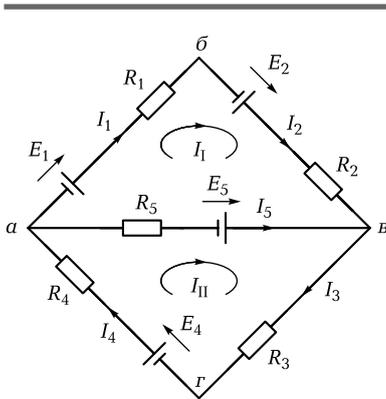

Рис. 1.3. К задаче 1.7
1.7. На рис. 1.3 приведена схема разветвленной ЭЦ. Определить токи в ветвях, падения напряжений на каждом элементе цепи. Проверить правильность расчетов, составив уравнение баланса мощностей.